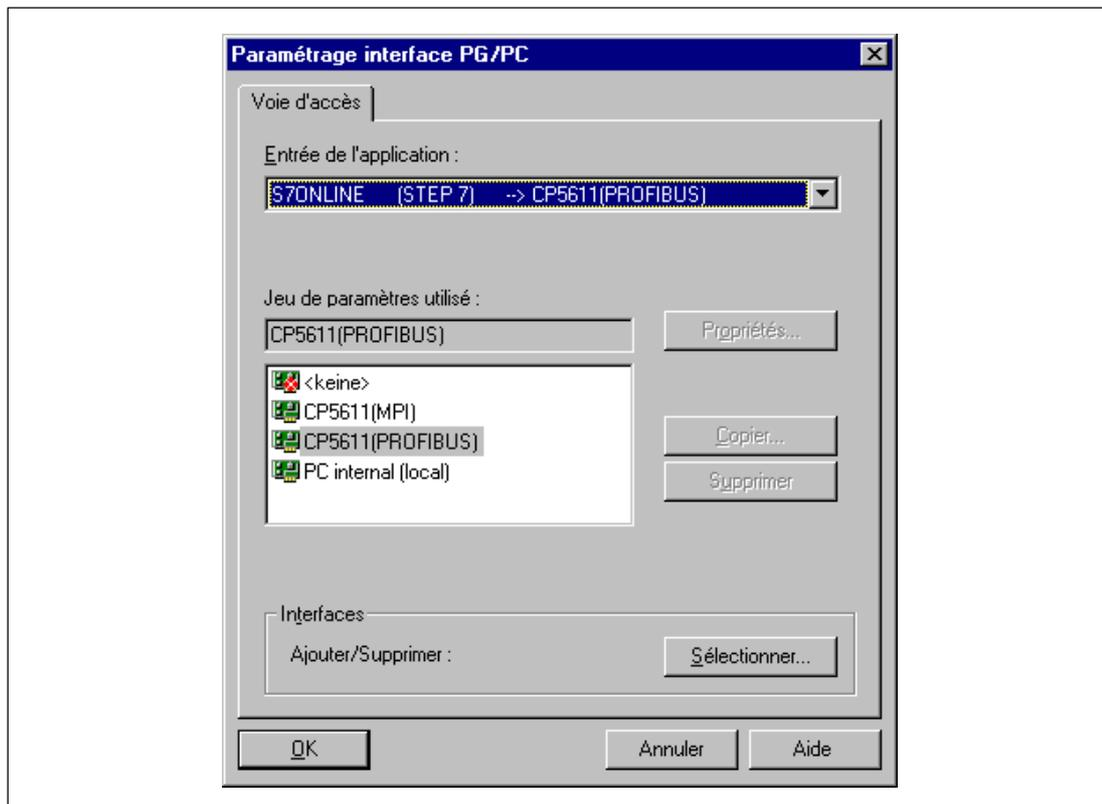

Figure 2-16 Paramétrage de l'interface PG/PC
1. Par le panneau de commande de la CPU 41x-2 PCI, appelez l'outil pour la configuration de l'interface. Pour cela, choisissez l'instruction (**CPU > Paramétrage de l'interface PG/PC**) (figure 2-16).